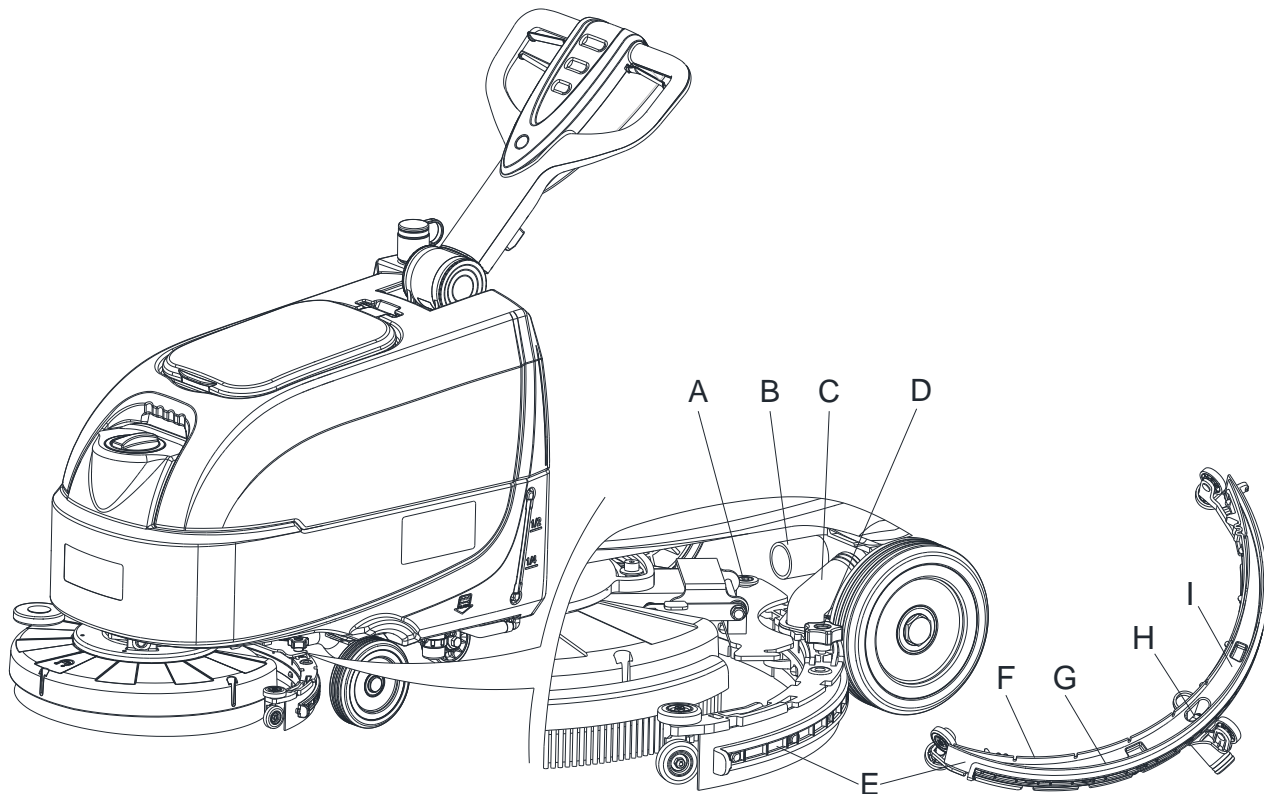
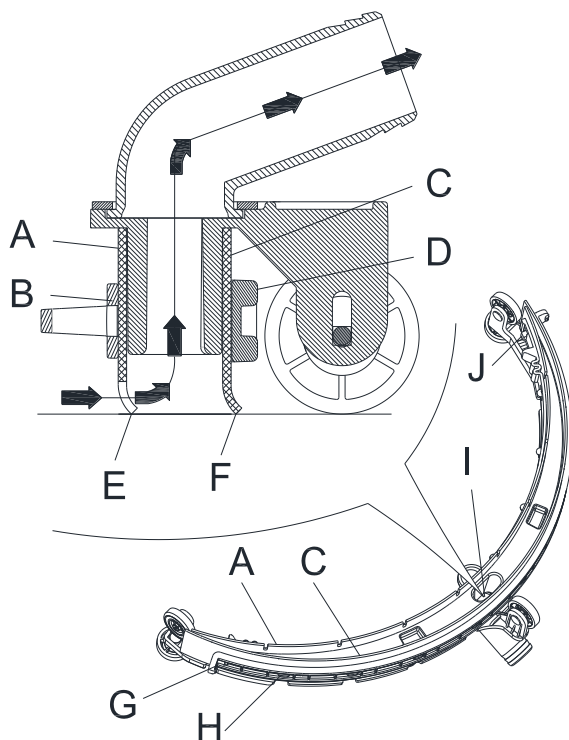

Figura 2
Figura 3
10. Controle la condición de las hojas delantera (A, Figura 3) y trasera (C), garantizando que no presenten cortes ni rasgados; si fuese necesario, sustitúyalas del modo indicado aquí abajo. Controle también que el borde delantero (F) de la hoja trasera no esté desgastado; de lo contrario gire la hoja para sustituir el borde gastado con uno de los restantes bordes intactos. Si todos los bordes están desgastados, sustituir la hoja, mediante el procedimiento siguiente:
- Utilizando el trinquete (G), desvincular y quitar la bisagra elástica (D) de los retenes (H), luego sustituir/volcar la hoja trasera (C).
- Montar la hoja trasera en orden contrario al desmontaje. Fije la bisagra elástica (D) a los retenes (H) iniciando de uno de los lados. Para facilitar el procedimiento de fijación, fije los retenes de uno en uno, bloqueando la cinta antes del retén con una mano y tirando de ella con la otra.
- Quitar la cinta de fijación (B) desenganchándola de los retenes (J).
- Sustituir (o volcar) la hoja delantera (A), luego desmontar la cinta de fijación (B).
11. Instale el limpiador (E, Figura 2) y atornille la perilla (D, Figura 2).
12. Conecte el tubo de aspiración (B, Figura 2) al conector del limpiador (C, Figura 2).